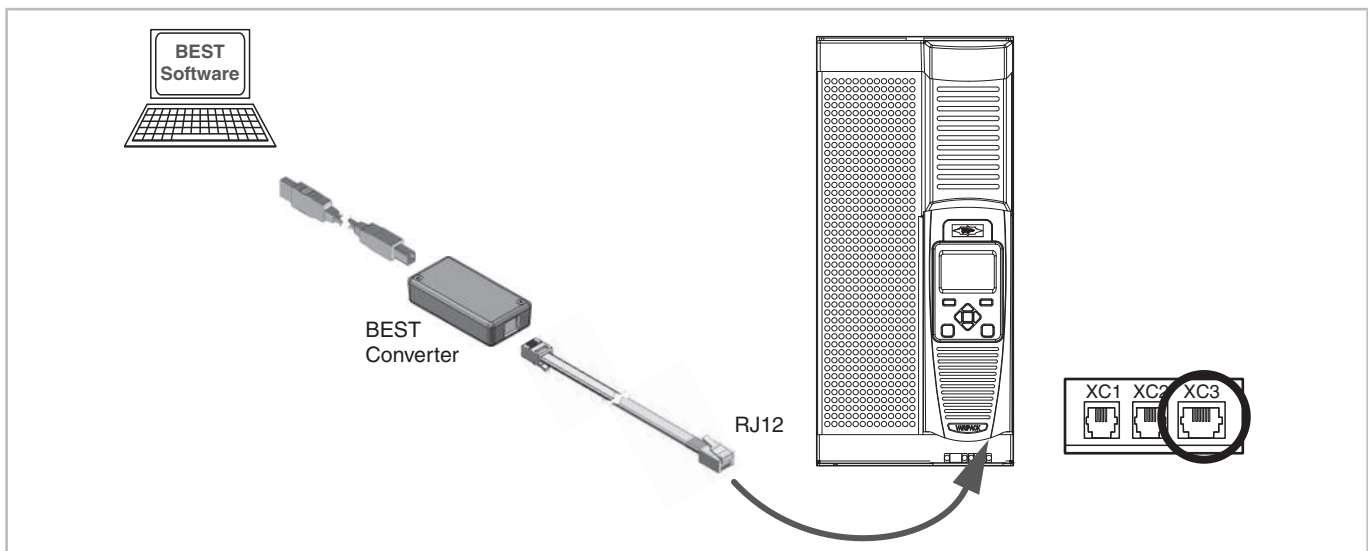

Abb. 25: VARIPACK via BEST Schnittstellenkonverter und RJ12-Kabel mit einem PC/mobilem Endgerät verbinden
- BEST Schnittstellenkonverter mit dem RJ12 Kabel in die rechte Buchse (XC3) an der Unterseite der Schnittstellenerweiterung am VARIPACK FU einstecken (siehe Abbildung 25, Seite 78).